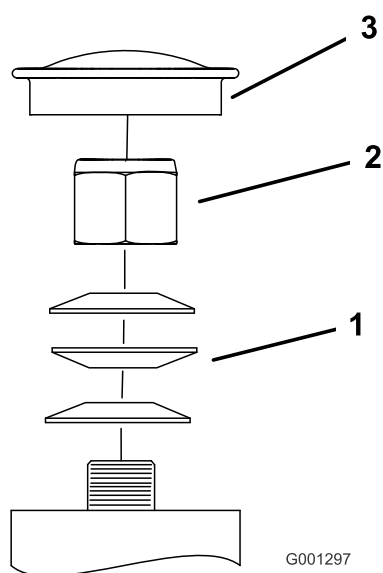

Figure 56
3. Retirez le capuchon protecteur de la roue pivotante et serrez le contre-écrou (Figure 56).
4. Continuez de le serrer jusqu'à ce que les rondelles élastiques soient aplaties, puis desserrez-le de 1/4 de tour pour obtenir la précharge correcte des roulements (Figure 56).
Important: Veillez à placer les rondelles élastiques comme montré à la Figure 56.
5. Remettez le capuchon protecteur en place (Figure 56).